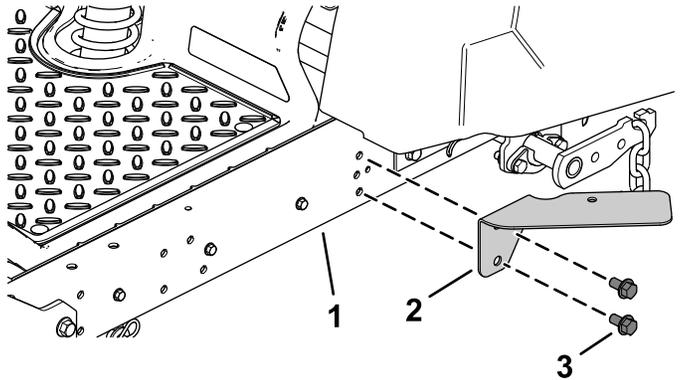

Figura 5
1. Fissate la staffa della luce laterale alla piattaforma con 2 bulloni autofilettanti a testa rondella esagonale, come illustrato in Figura 5.